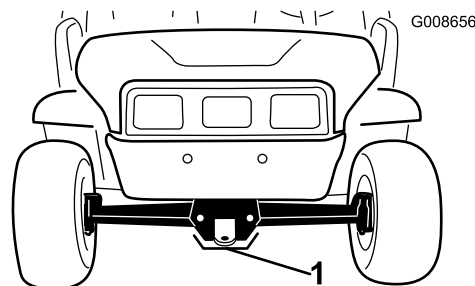

図 23
- ・ 車両前部のジャッキアップポイントは、牽引トングの後ろのフレーム前部です [図 23]。